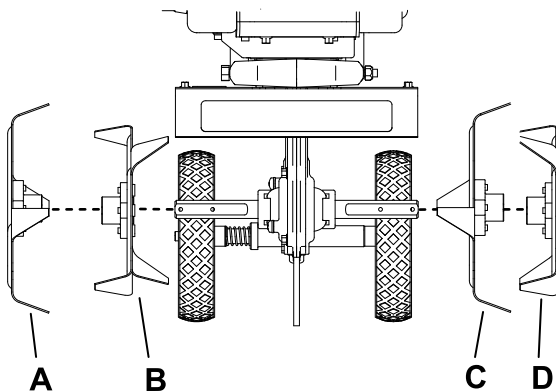

Figure 12
**Remarque:** Pour un travail du sol plus agressif, inversez l'ordre des dents afin d'orienter les pointes vers l'avant (« D », « C », « B », « A », vu depuis la position d'utilisation), comme montré à la Figure 12.